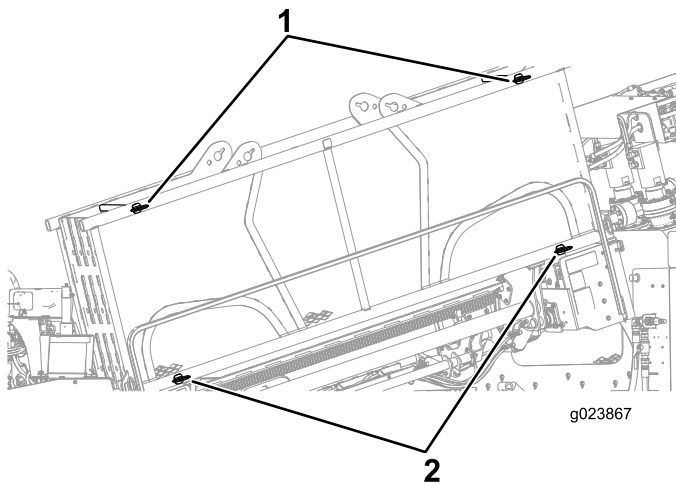

Figure 67
1. Vérifiez que les 2 goupilles supérieures et les 2 goupilles inférieures sont en place pour fixer la tige dans le porte-tiges (Figure 67).